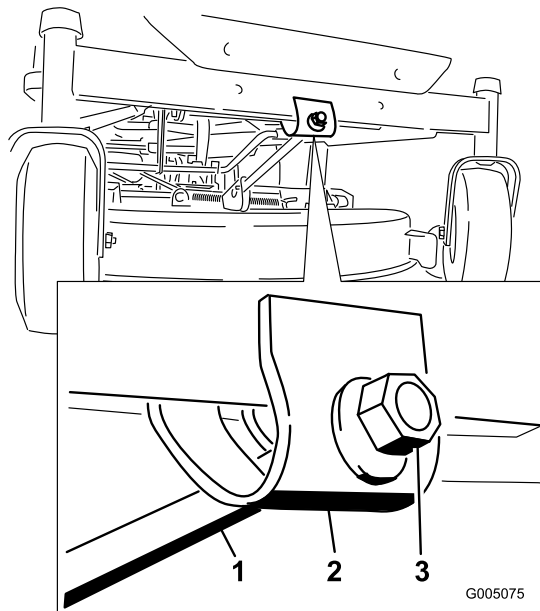

Figura 51
- Para ajustar la inclinación longitudinal, gire la tuerca de ajuste de la parte delantera del cortacésped (Figura 51).